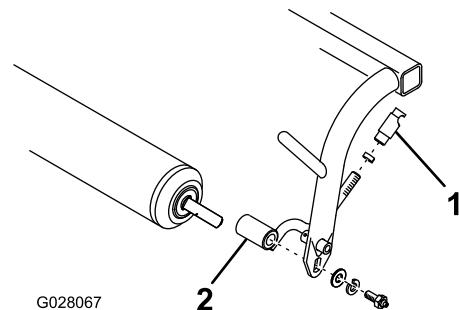

Figura 7
A. Rimuovete i dispositivi di fissaggio che fissano l'albero del rullo e i collegamenti di trazione a ciascuna estremità del telaio portante (Figura 7).
B. Montate i gruppi del rullo e del nuovo collegamento di trazione sul telaio portante con i dispositivi di fissaggio precedentemente rimossi (Figura 7). Posizionate i collegamenti di trazione in modo che si pieghino verso l'esterno.
C. Montate un controdado e un alloggiamento del giunto a sfera su ciascun gruppo collegamento di trazione, come illustrato nella Figura 7.